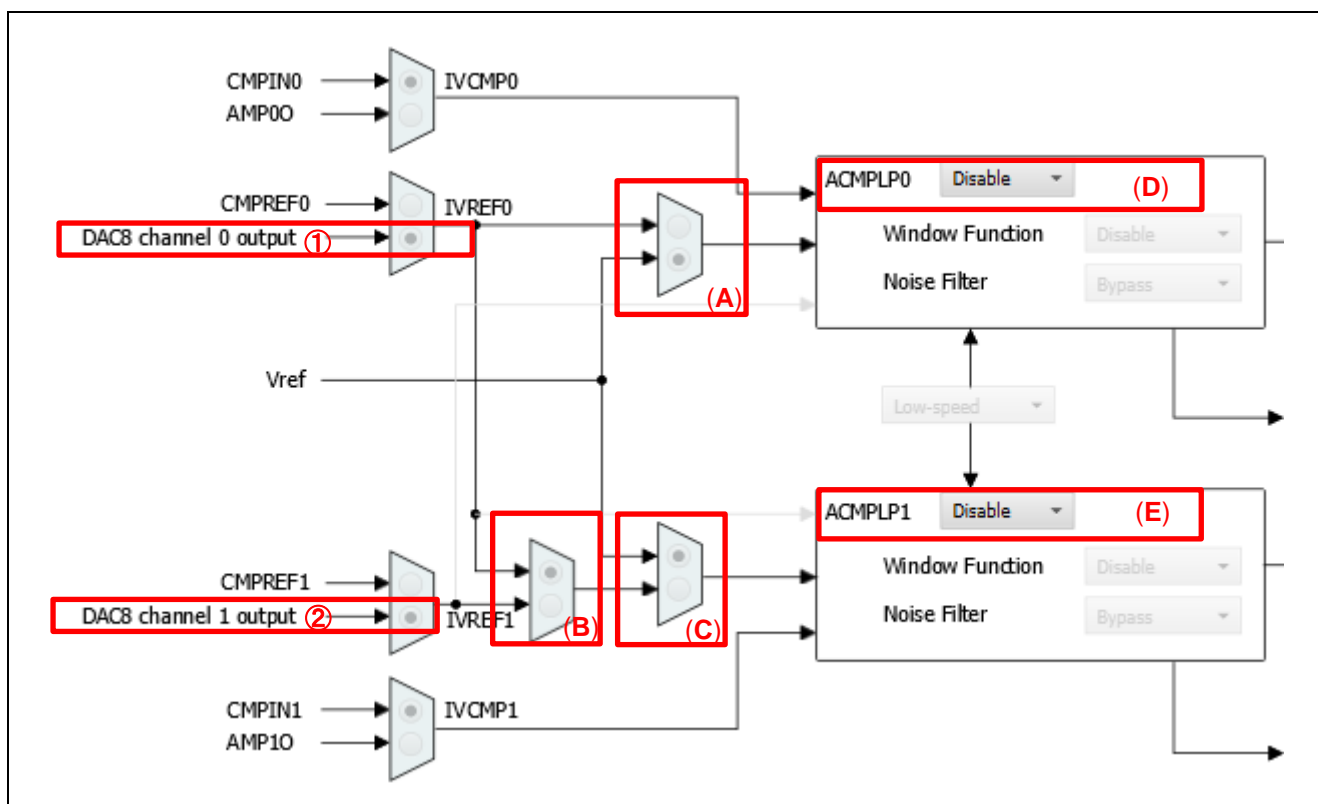

図 3-4 ACMLPLP の設定例
■ ACMLPLP の「DAC8 channel 0 output」を選択した場合(図 3-4 の①)
- 図 3-4 の(A)で Vref を選択した場合
- ACMLPLP0 を「Disable」に選択した場合(図 3-4 の(D))
- 図 3-4 の(B)で IVREF0 を選択、図 3-4 の(C)で Vref を選択、かつ ACMLPLP1 を「Enable」に選択した場合(図 3-4 の(E)を Enable に設定)
上記 ACMPLP0 の設定では図 3-4 の①の設定が無効となります。そのため、図 3-4 の①を「DAC8 channel 0 output」から「CMPREF0」に変更してください。
■ ACMPLP の「DAC8 channel 1 output」を選択した場合(図 3-4 の②)
- 図 3-4 の(B)で IVREF0 を選択した場合
- 図 3-4 の(C)で Vref を選択した場合
- ACMPLP1 を「Disable」に選択した場合(図 3-4 の(E))
上記 ACMPLP1 の設定では図 3-4 の②の設定が無効となります。そのため、図 3-4 の②を「DAC8 channel 1 output」から「CMPREF1」に変更してください。